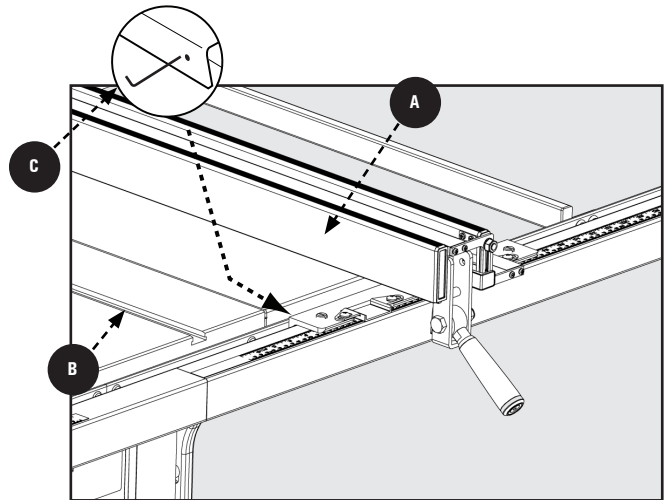

Figura 31
2. Si la parte frontal de la guía **A**, Figura 31, no está paralela a la ranura del inglete **B**, eleve la palanca de sujeción y levante la guía, luego colóquela sobre la mesa de la sierra.